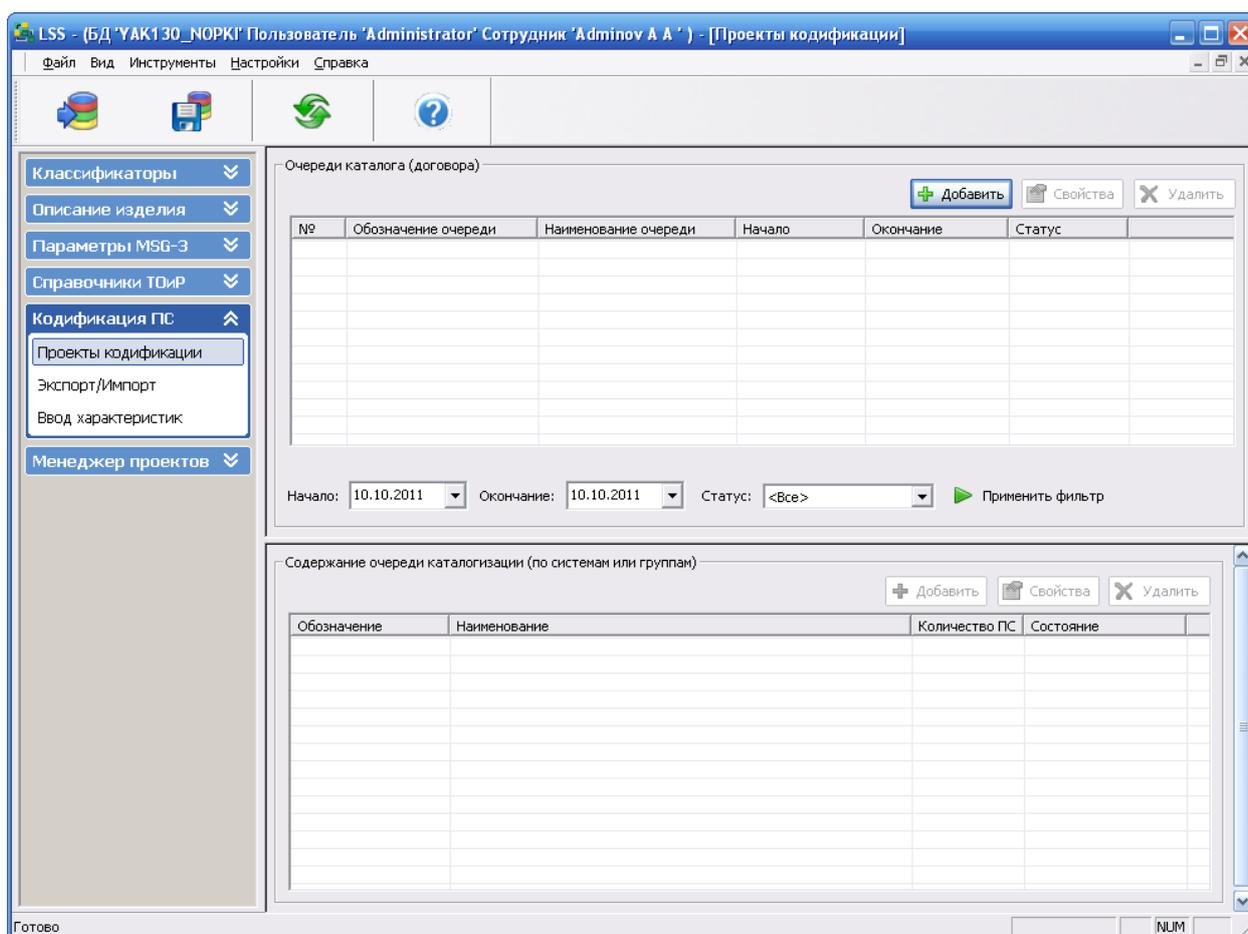

Рис. 2-1
Для начала работы с модулем **Кодификация ПС** выберите вкладку **Проекты кодификации** модуля **Кодификация ПС**. Переменная часть окна примет вид, представленный на рис. 2-1
1. В верхней части окна (рис. 2-1) щелчком левой кнопки мыши выберите очередь каталога, для которого будет создана группа.